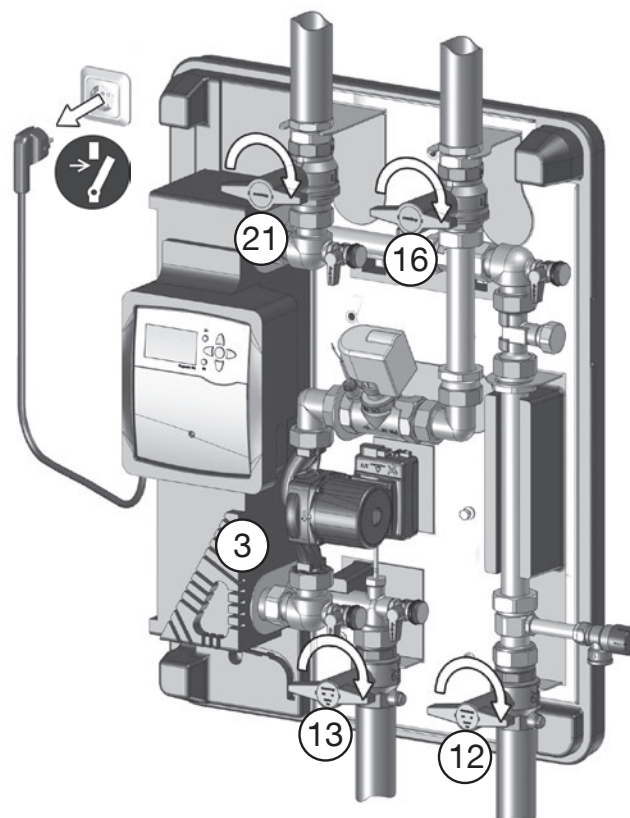

Fig. 5.1: Couper le régulateur de l'alimentation secteur et fermer les robinets d'arrêt à tournant sphérique
2. **Fermer les robinets d'arrêt à tournant sphérique (12 et 13)** (circuit E.C.S.) et **(16 et 21)** (circuit primaire) (Fig. 5.1).
2. Fermer les robinets d'arrêt à tournant sphérique (12 et 13) (circuit E.C.S.) et (16 et 21) (circuit primaire) (voir Fig. 5.1 en page 31).